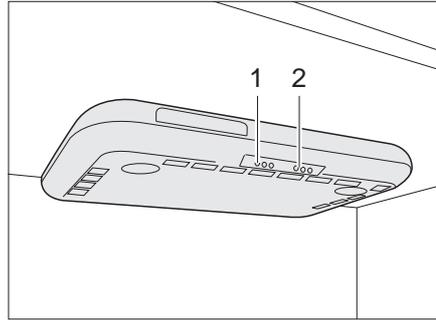

Bild 232 Dunstabzug
- Den Dunstabzug mit dem Schalter (Bild 232,1) ein- und ausschalten.
- Die Kochstellenleuchten mit dem Schalter (Bild 232,2) ein- und ausschalten.